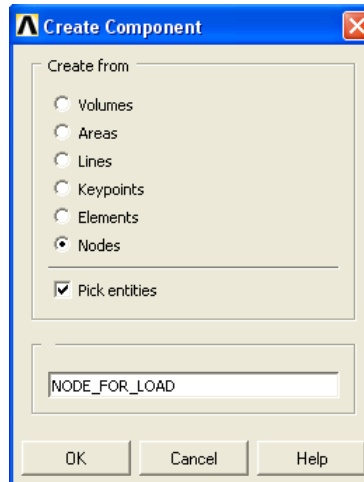

Рисунок 47. Окно *Create Component*
- В появившемся окне *Create Component* (Рисунок 47) выбираем раздел *Nodes*, в поле ввода указываем имя «составной части» (*component*) (в данном случае *NODES_FOR_LOAD*).